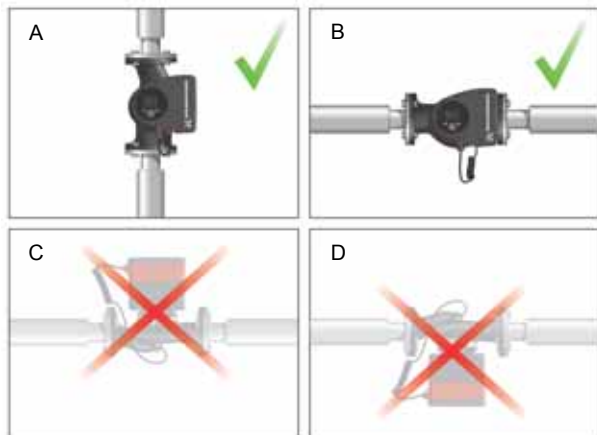

Fig. 7 Bomba instalada con el eje del motor en posición horizontal
- Bomba instalada correctamente en una tubería vertical. Consulte la fig. 7, pos. A.
- Bomba instalada correctamente en una tubería horizontal. Consulte la fig. 7, pos. B.
- No instale la bomba con el eje del motor en posición vertical. Consulte la fig. 7, pos. C y D.